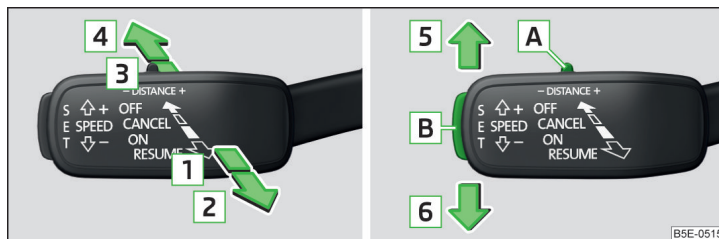

Fig. 142 Leva di comando
Panoramica delle funzioni ACC comandate con la leva » fig. 142
- Premere il tasto **SET** » fig. 142 a pag. 114.
- oppure: Impostare la leva nella posizione molleggiata **RESUME** » fig. 142 a pag. 114.
- Impostare la leva nella posizione molleggiata **CANCEL** » fig. 142 a pag. 114.
La velocità desiderata viene impostata o modificata con la leva di comando » fig. 142 a pag. 114.
Il livello della distanza dal veicolo antistante può essere impostato con la leva » fig. 142 a pag. 114 o nell'Infotainment » Istruzioni per l'uso Infotainment.
► Impostare l'interruttore **DISTANCE** nella posizione molleggiata – o + » fig. 142 a pag. 114.
Un'accelerazione può essere interrotta in ogni momento azionando il pedale del freno o il punto di pressione **CANCEL** sulla leva di comando » fig. 142 a pag. 114.